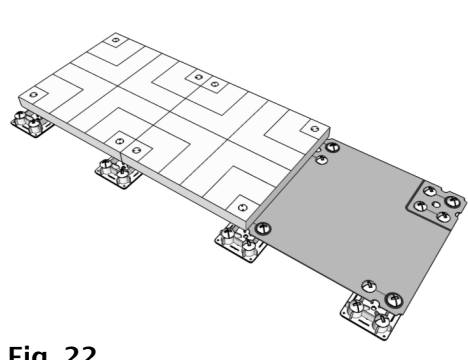

Fig. 22
11. Continúe la instalación colocando PIERS (A) adicionales con la ayuda de la Plantilla (F) para el PIER. (Fig. 22 hasta la 25) en la misma forma descrita previamente en los pasos 8,9 y 10.